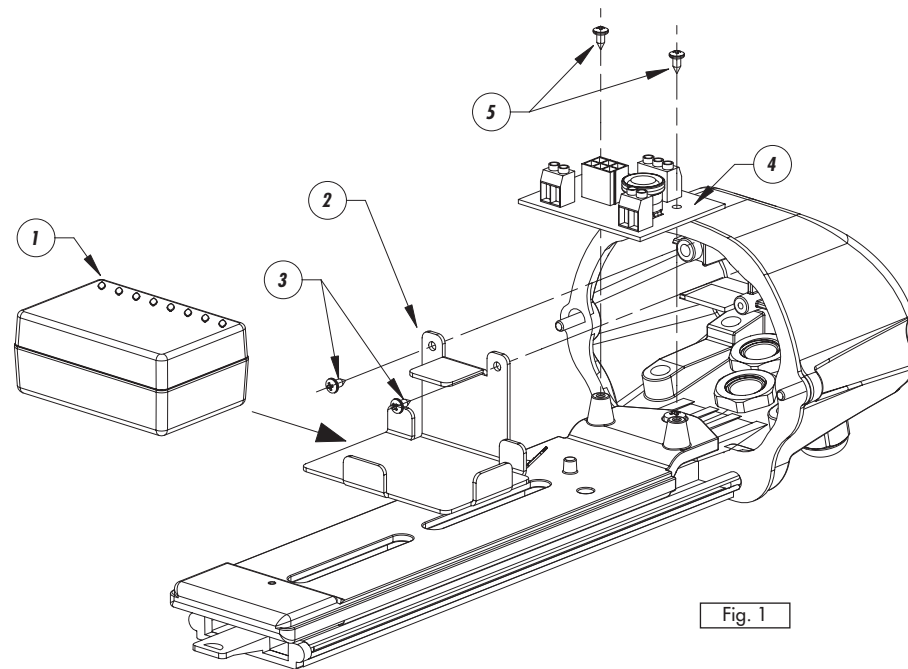
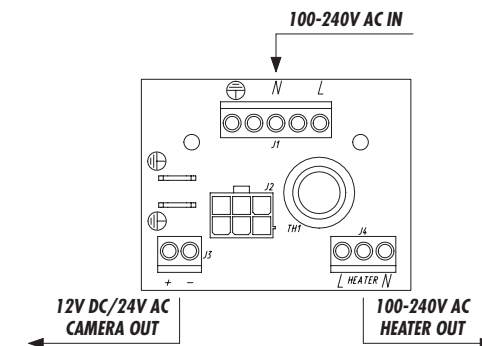

Fig. 1
Fig. 3
- Sostituire (Fig.1) la scheda elettronica standard con la scheda fornita nel kit (4) tramite le due viti di fissaggio (5).
- Inserire l'alimentatore (1) sulla staffetta di supporto (2)
- Fissare l'alimentatore e la staffetta sul fondo tramite le viti (3) fornite in dotazione.
- Inserire il connettore a sei poli posto all'estremità del cavo nel suo corrispondente indicato con J2 sul circuito d'appoggio (Fig.3).
- Remplacer (Fig.1) la carte électronique standard par la carte fournie avec le kit (4) au moyen des deux vis de fixation (5).
- Insérer l'alimentation (1) sur l'étrier de fixation (2).
- Fixer l'alimentation et l'étrier sur le fond postérieur au moyen des vis (3) fournies.
- Insérer le connecteur à six pôles à l'extrémité du câble dans le logement J2 sur le circuit d'appui (Fig.3).
- Replace (Fig.1) the standard electronic card with those supplied with the kit (4) using the two fixing screws (5).
- Insert the power supply (1) on the support bracket (2).
- Fix the power supply and the bracket onto the back of the housing using the screws supplied for this purpose (3).
- Fit the six-pole connector at the end of the cable into its corresponding cable, marked J2 on the support circuit (Fig. 3).
- Die elektronische Standardplatine durch die Platine des Bausatzes (4) mit der Hilfe der zwei Befestigungsschrauben (5) ersetzen (Fig.1).
- Das Netzteil (1) auf dem (2) Befestigungsbügel positionieren.
- Das Netzteil und den Bügel auf der hinteren Abdeckplatte, mit der Hilfe der mitgelieferten Schrauben (3), befestigen.
- Den sechspoligen Stecker am Kabelende in die zugehörige Buchse einfügen, die auf der Trägerschaltung mit J2 bezeichnet ist (Fig. 3).